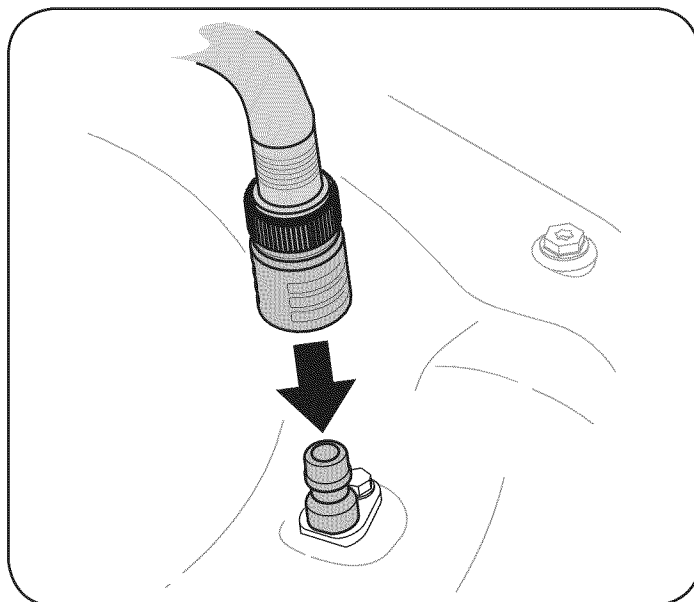

Figura 15
3. Una el acople de la manguera al puerto de agua que se encuentra en la superficie de la plataforma. Vea la Figura 15.